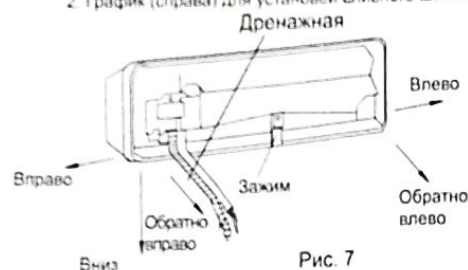

Рис. 7
1. Подключение правой обратной трубки (похожей на правую нижнюю трубку) является опциональным. Обратитесь к Рис. 7.
Примечание: 1. График (слева) для установки сливного шланга. Обратитесь к Рис. 7.